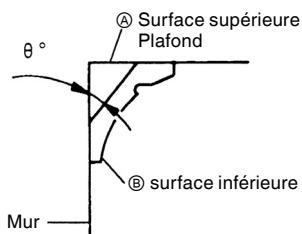
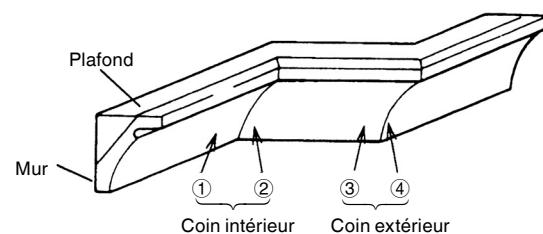
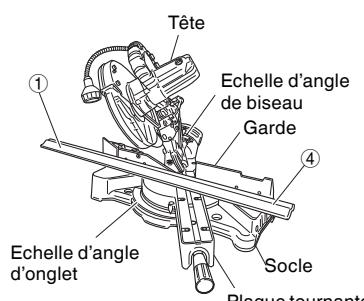
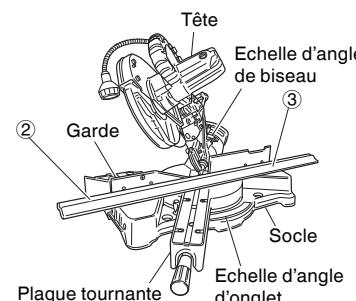

Fig. 33
Fig. 34
Fig. 36
Fig. 37
La Fig. 33 montre deux types de corniche complexe courants ayant des angles de  $38^\circ$  et de  $45^\circ$ . Pour les montures de corniche complexe, voir la Fig. 34.
(1) Réglage de coupe en corniche complexe aux positions ① et ④ de la Fig. 34 (voir Fig. 36 ; incliner la tête vers la gauche) :
- ① Tourner la plaque tournante vers la droite et régler l'angle d'onglet comme suit :
- ② Incliner la tête vers la gauche et régler l'angle de biseau comme suit :
- ③ Disposer la corniche complexe de façon que la surface inférieure (A sur la Fig. 33) touche la garde comme indiqué à la Fig. 38.
(2) Réglage de coupe en corniche complexe aux positions ② et ③ de la Fig. 34 (voir Fig. 37 ; incliner la tête vers la gauche) :
- ③ Disposer la corniche complexe de façon que la surface supérieure (B sur la Fig. 33) touche la garde comme indiqué à la Fig. 39.